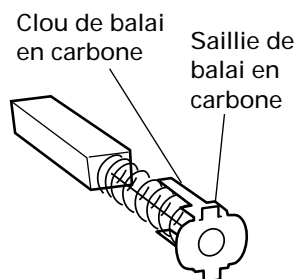

Fig. 27
- Pour sortir le balai carbone, commencer par retirer le capuchon du balai, puis accrocher la saillie du balai carbone avec un tournevis à tête plate, etc., comme l'illustrent les Fig. 27 et 28.